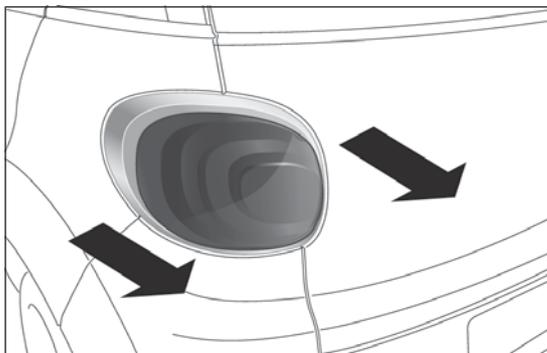

fig. 185
- retirar el grupo óptico extrayéndolo con las dos manos en el sentido que indican las flechas fig. 185;